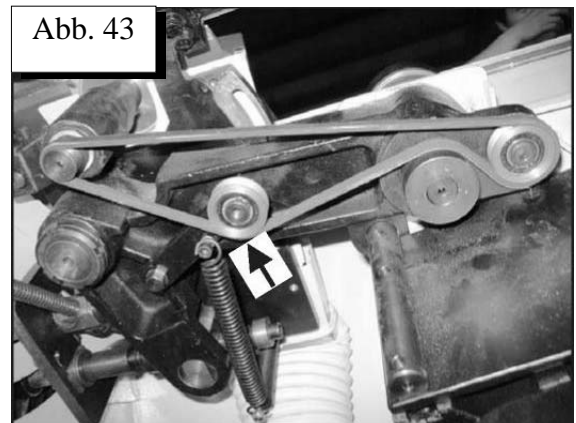

Abb. 43
- Sie sehen nun den Riemen, wie auf Abb. 43